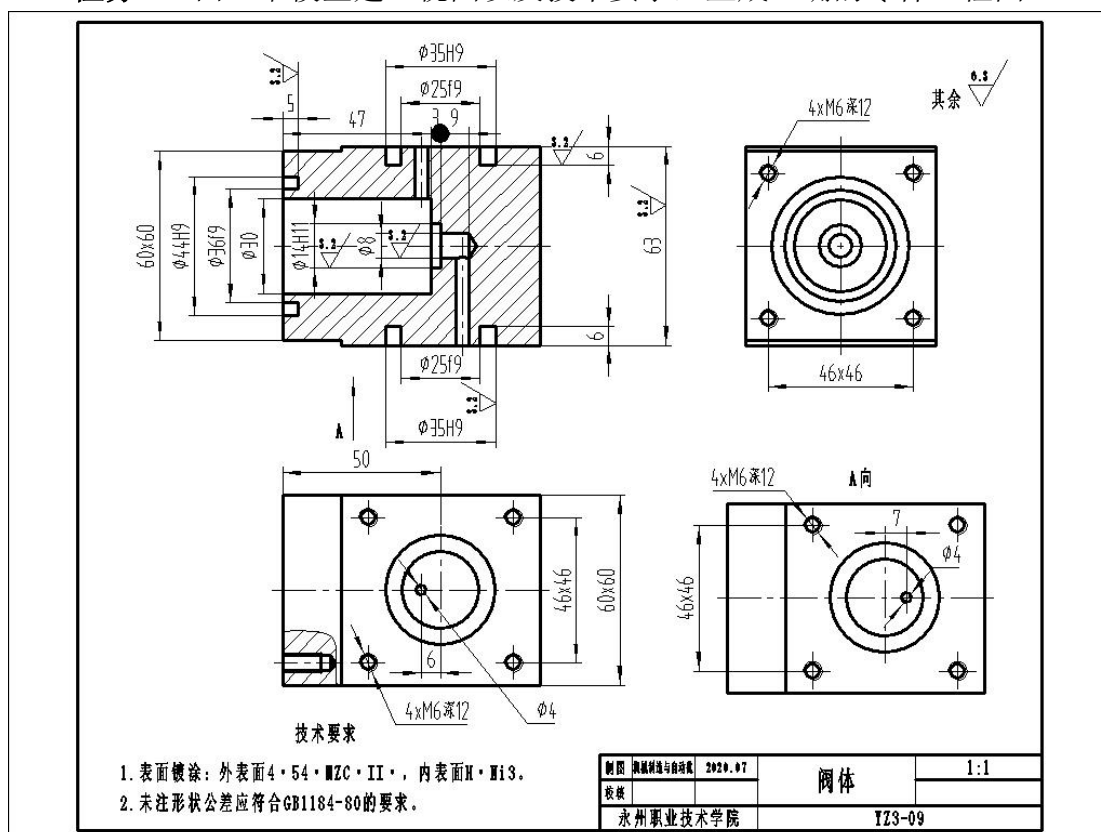

图 3-9 阀体零件图
**任务 1：**识读阀体零件图（如图 3-9 所示），根据零件图要求，利用三维设计软件正确绘制草图，选择合适的特征建模方法完成零件三维造型；